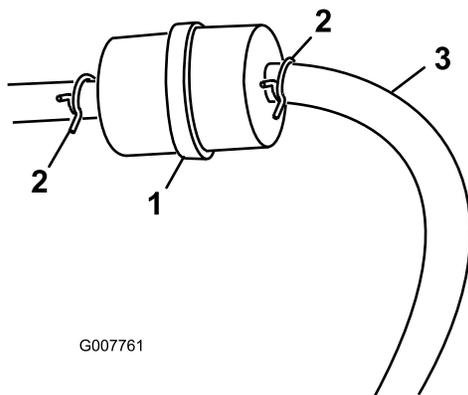

Bild 21
3. Drücken Sie die Enden der Schlauchklemmen zusammen und schieben Sie sie vom Filter weg (Bild 21).
5. Setzen Sie einen neuen Filter ein und schieben Sie die Schlauchklemmen an den Filter heran (Bild 21).
3. Lockern Sie die Schlauchklemme am Kraftstofffilter und schieben Sie sie an der Kraftstoffleitung weg vom Kraftstofffilter (Bild 21).
4. Schließen Sie die Kraftstoffleitung vom Kraftstofffilter ab (Bild 21).
Hinweis: Lassen Sie das Benzin in einen Benzinkanister oder eine Auffangwanne ablaufen (Bild 21).
5. Bringen Sie die Kraftstoffleitung am -filter an. Schieben Sie die Schlauchklemme ganz an den Kraftstofffilter heran, um die Kraftstoffleitung zu befestigen (Bild 21).